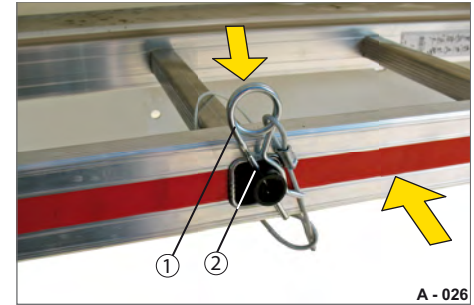

Abb. 36 Aufstiegsleiter gesichert
- ▶ Stecken Sie den Federstecker (Abb. 36/1) durch die Bohrung im Halterohr (Abb. 36/2) durch.